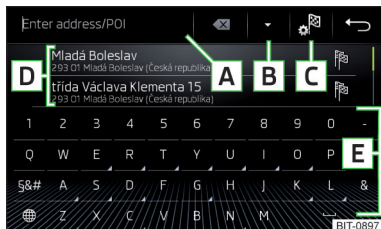
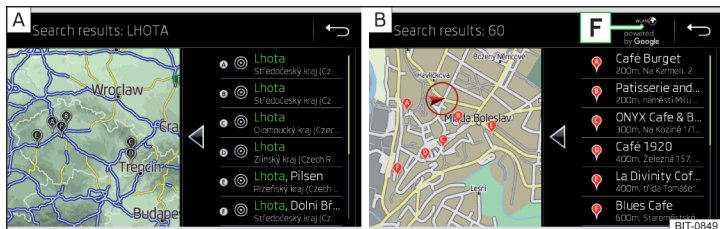

Fig. 212
Fig. 213 Liste des destinations visitées : dans les données de navigation / en ligne
Touches de fonction » fig. 212 et » fig. 213
Dans la zone **D** » fig. 212, une liste des destinations recherchées est affichée.
- ▶ **ou** : Cliquez sur la touche de fonction **B** » fig. 212.
Destinations recherchées dans les données de navigation » fig. 213 - **A**.
Destinations recherchées en ligne » fig. 213 - **B**.